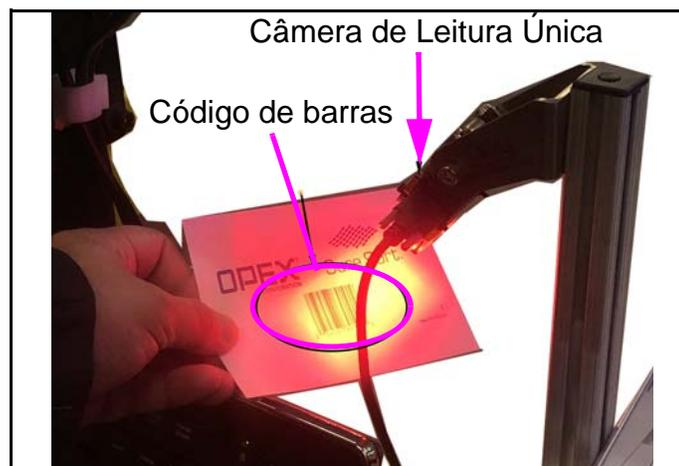

Figura 4-36: Efetuando a Leitura do Código de Barras
3. Se você estiver utilizando a Câmera de Leitura Única, segure o item com o código de barras voltado para cima diretamente sob a câmera (consulte Figura 4-36 na página 152). Se você estiver utilizando o Leitor Manual, coloque a luz do leitor no centro do código de barras.